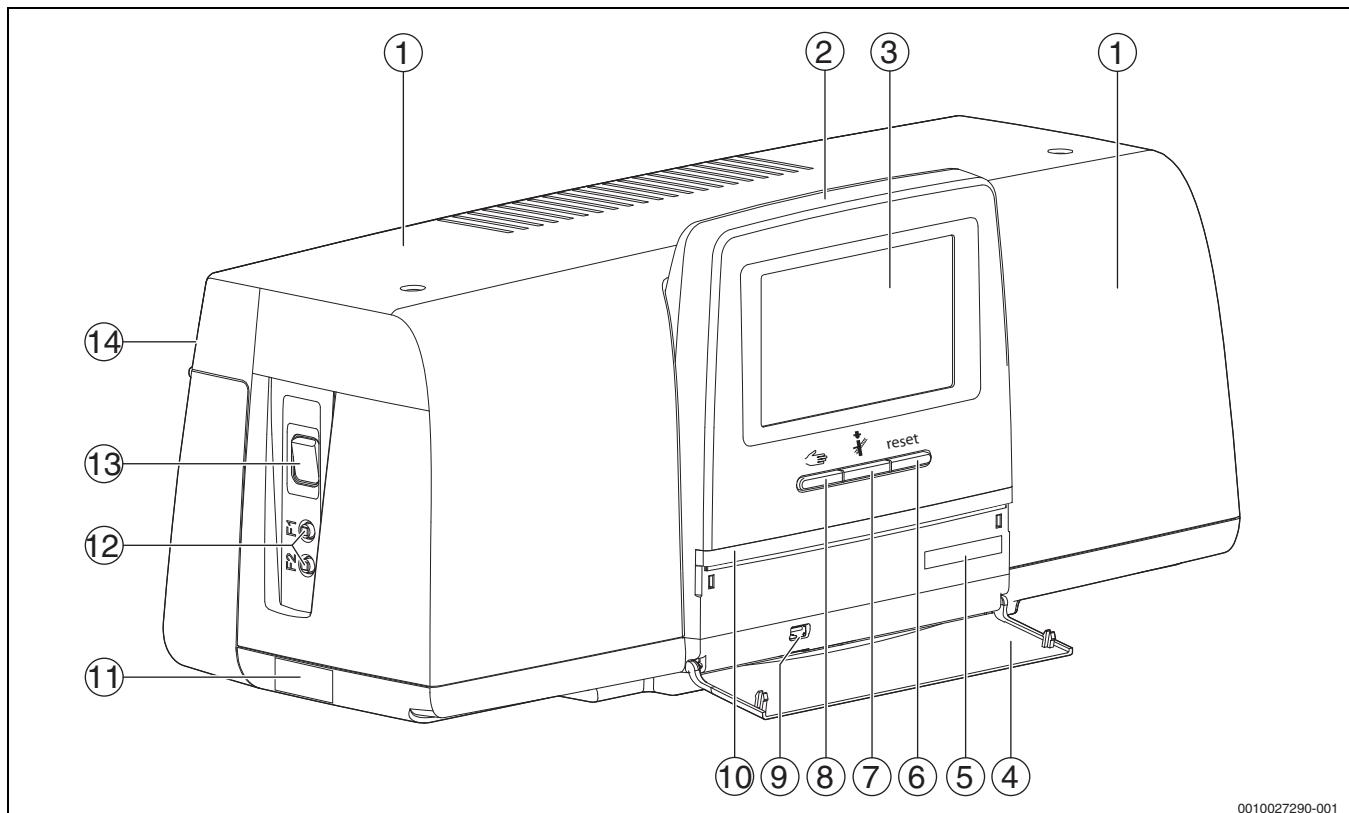

Рис. 7 Обзор системы управления и элементов управления
Состояние установки, функций и компонентов отображается с помощью индикатора состояния (→ рис. 13, [2], [6], стр. 14) и индикатора состояния LED (→ рис. 7, [10], стр. 10).
- ▶ Включите систему управления, нажав переключатель Вкл./Выкл. (→ рис. 7, [13], стр. 10).